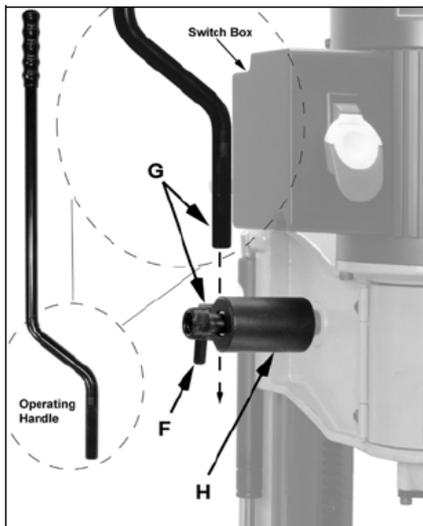

Рис. 2
Зафиксируйте рукоятку (G, Рис. 2) во втулке (H) при помощи зажимной рукоятки (F).